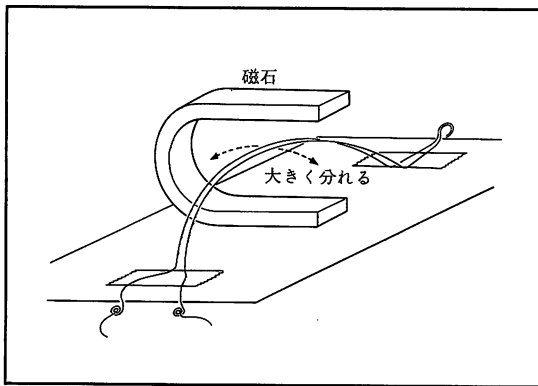

図17. 磁石をおいた場合 (電源は省略)
- (c) 途中でU磁石で磁界を作ると(図17)、大きく動く。とくに逆方向電流の場合、反対に分かれるのでおもしろい。